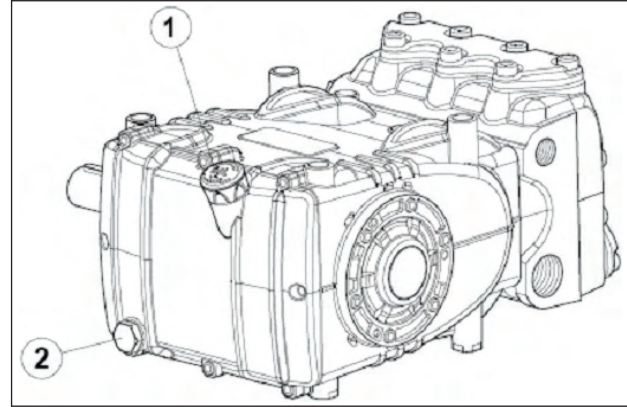

Fig. 3
À l'aide de la tige du niveau d'huile rep. ①, Fig. 3.
Pour contrôler le niveau d'huile, la pompe doit être à température ambiante ; pour la vidange de l'huile, la pompe doit être à température d'exercice. Retirer : la jauge de niveau rep. ①, puis le bouchon rep. ②, Fig. 3.